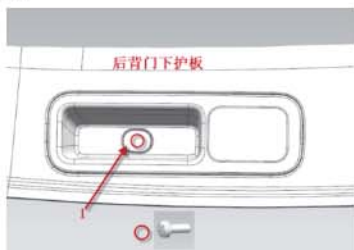

图 10-3-1 后背门扣手盒的拆卸示意图
- (1) 如图 10-3-1,先用缠有柔性胶带的一字起翘起箭头1处的螺钉堵盖,将堵盖拆除;
- (2) 然后用十字起拧开里面的十字槽盘头螺钉，接下来慢慢将后背门扣手盒与后背门护板分离一段距离，然后将电动后背门开关线束接插件断开（高配带电动后背门配置有此步骤），即可拆下后背门扣手盒。